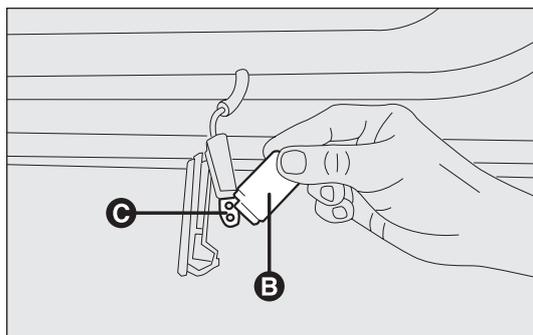

fig. 182
- appuyer latéralement sur l'écran de l'ampoule B-fig. 182 en correspondance des deux pivots de fixation et le tourner ;